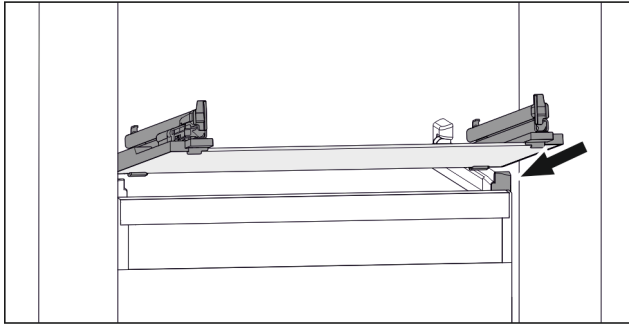

Fig. 31 Beispielhafte Darstellung der Glasplatte
- ▶ Glasplatte schräg hinter den Stopperrn aufsetzen. (zie Fig. 31)